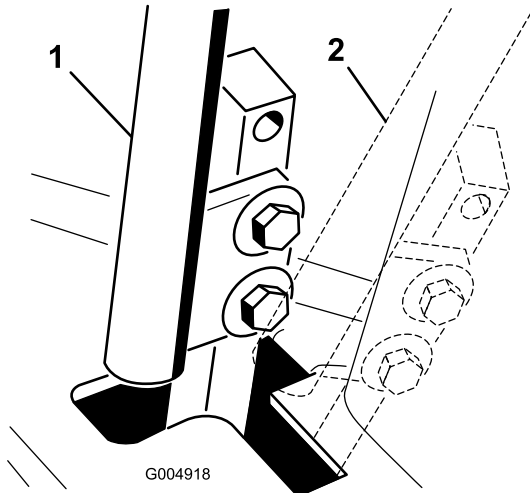

図 62
4. レバーのうちの1本をニュートラル位置にセットするがロックはしない(図 62)。
6. コントロール・レバーと、コンソールのノッチとの位置関係を見る(図 62)。レバーがノッチの中心に整列しており、レバーを外側に倒せばニュートラル固定位置にセットされる状態であれば適切である。